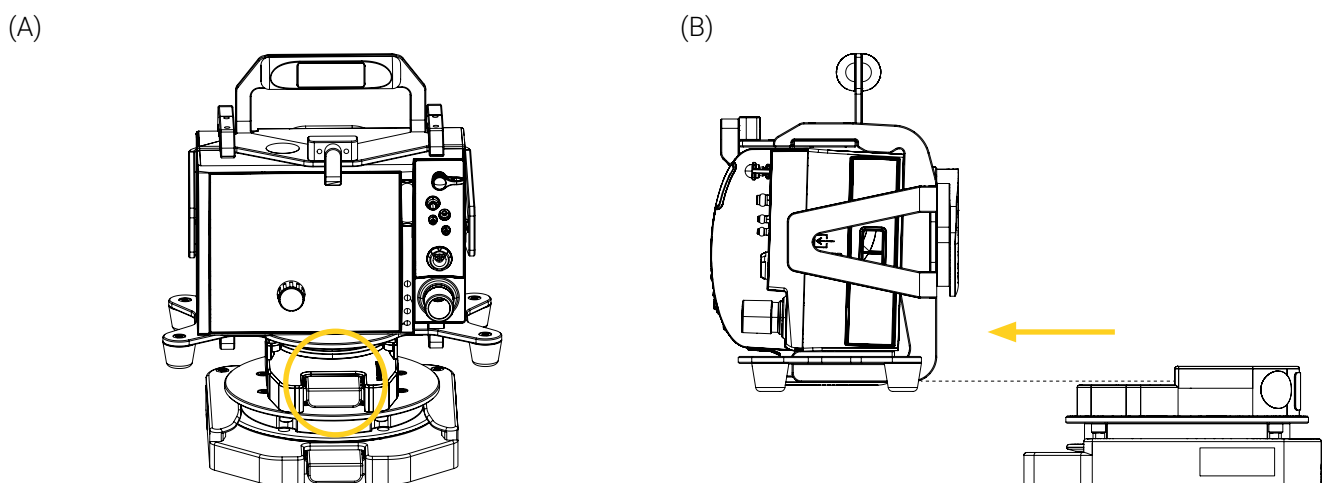

Figure 11: Retrait du support de fixation du Convertisseur de surface Pro
1. Appuyer et maintenir enfoncé le bouton à déclenchement rapide du Convertisseur de surface Pro (Figure 11 A), puis retirer le support de fixation de l'interface de fixation horizontalement (Figure 11 B).